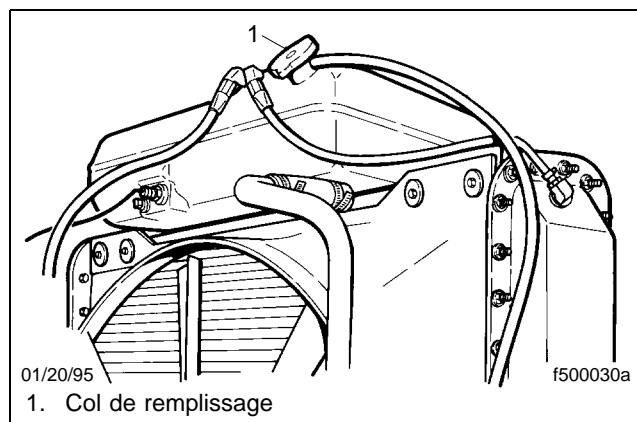

Fig. 11.3, Vérifiez le niveau du liquide de refroidissement
6. Vérifiez le niveau de liquide de refroidissement dans le radiateur. Consultez la **Fig. 11.3**. Si le niveau est trop bas, vérifiez la concentration de l'antigel. Si la protection accordée par le liquide de refroidissement est suffisante, ajoutez une solution à 50/50 d'eau et d'antigel pur. Si vous désirez obtenir une protection encore plus poussée, ajoutez de l'antigel seulement. Remplissez le radiateur de liquide de refroidissement jusqu'au bas du col de remplissage du radiateur.